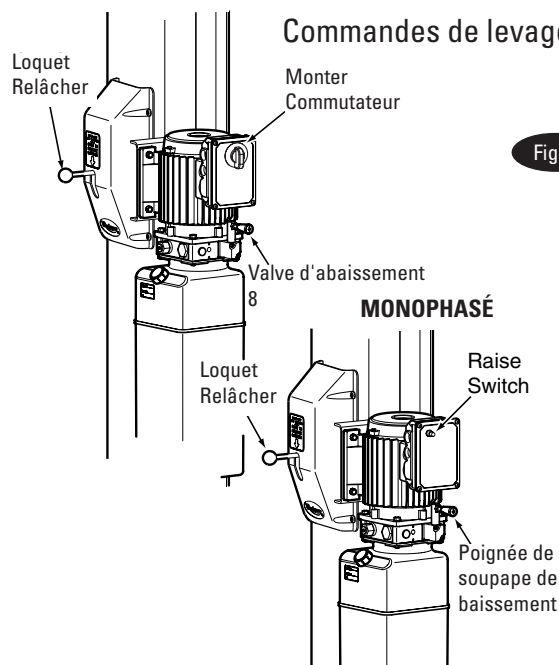

Fig. 3
A. Appuyez l'interrupteur Soulever sur l'unité d'alimentation, Fig. 3.
- Tirez la poignée de la valve D'ABAISSMENT pour abaisser, Fig. 3.